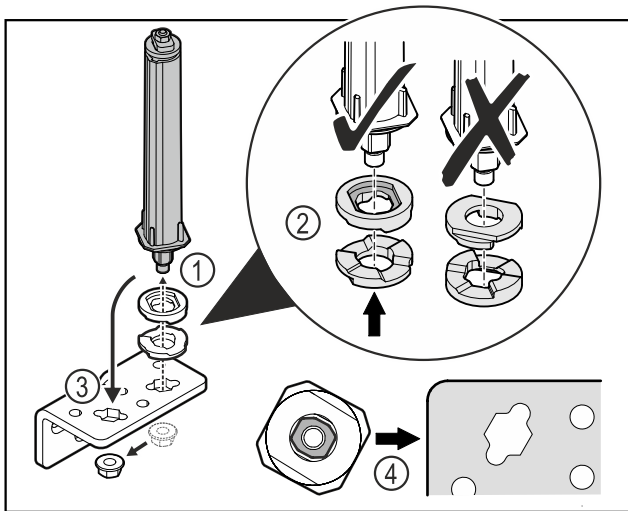

Fig. 20
- ▶ Отпустите гайку и демонтируйте систему закрытия двери Fig. 20 (1).
- ▶ Учитывайте правильность выравнивания шайб для регулировки высоты Fig. 20 (2).
- ▶ Переставьте систему закрытия двери в шарнирном уголке и зафиксируйте гайкой Fig. 20 (3).
- ▶ При установке учитывайте правильность выравнивания системы закрытия двери Fig. 20 (4).